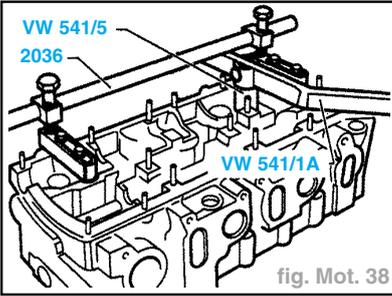

fig. Mot. 38
- Mettre en place le dispositif de montage **2036** et régler la fixation à hauteur des goujons filetés (fig. Mot. 38).
- Lubrifier l'étanchement de tige de soupape (B), le placer dans l'outil d'emmanchement 3129 et l'enfiler avec précaution sur le guide de soupape.
- Compresser le ressort (fig. Mot. 38) et mettre en place les clavettes de retenue.